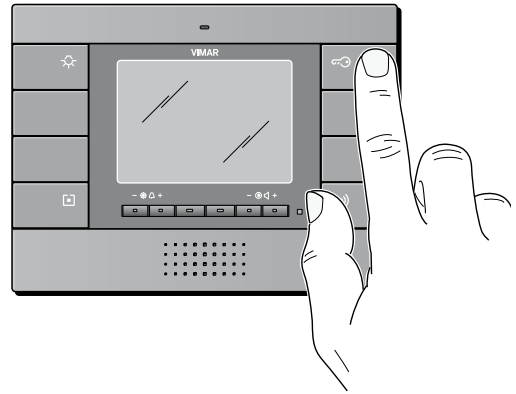

Figura 12
- Premere e mantenere premuto, per almeno 5 secondi, il **tasto B** (funzione apriporta) (figura 12);